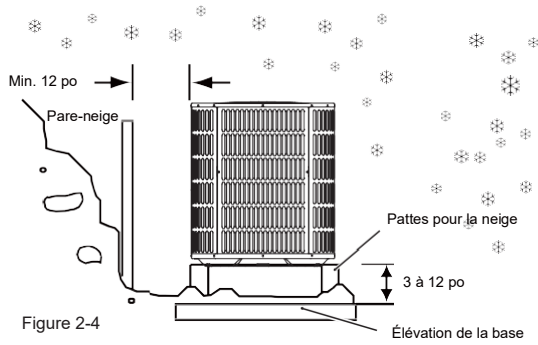

Figure 2-4
- Les unités doivent être surélevées de 3 à 12 pouces au-dessus de la base ou du toit, selon les conditions météorologiques locales. Cette hauteur supplémentaire permettra de drainer la neige et la glace fondues pendant le cycle de dégivrage avant la règle. Assurez-vous que les trous de drainage de la base de l'unité ne sont pas obstrués, ce qui empêchera l'écoulement de l'eau du dégivrage (Fig. 2-4).